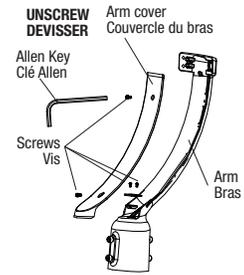

Fig. 1
1. Unscrew the arm cover using an Allen Key (Fig.1).
1. Dévisser le couvercle du bras à l'aide d'une clé Allen. (Fig.1).